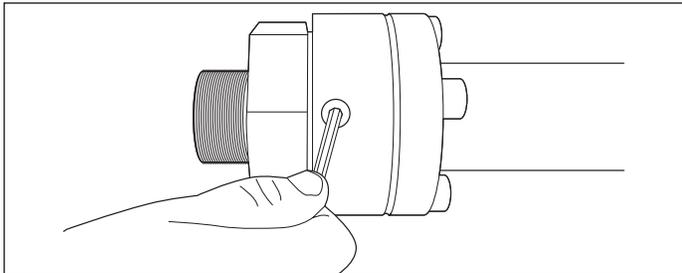

Figura 20-12
- Repita los procedimientos de instalación del sensor de combustible y de la cámara del sensor de combustible si se está instalando un sensor de combustible adicional en el acoplamiento del extremo opuesto. Si solo usará un sensor de combustible, asegúrese de que el tapón secundario del tubo DoubleTrac® esté instalado y ajustado en el acoplamiento del extremo opuesto. (Figura 20-12)